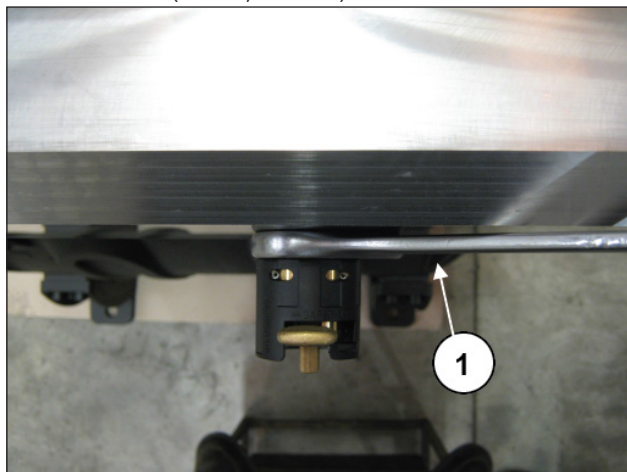

Рис. 164
Открутите устройство открывания клапанов с помощью ключа на 30 мм (поз. ①, Рис. 164).